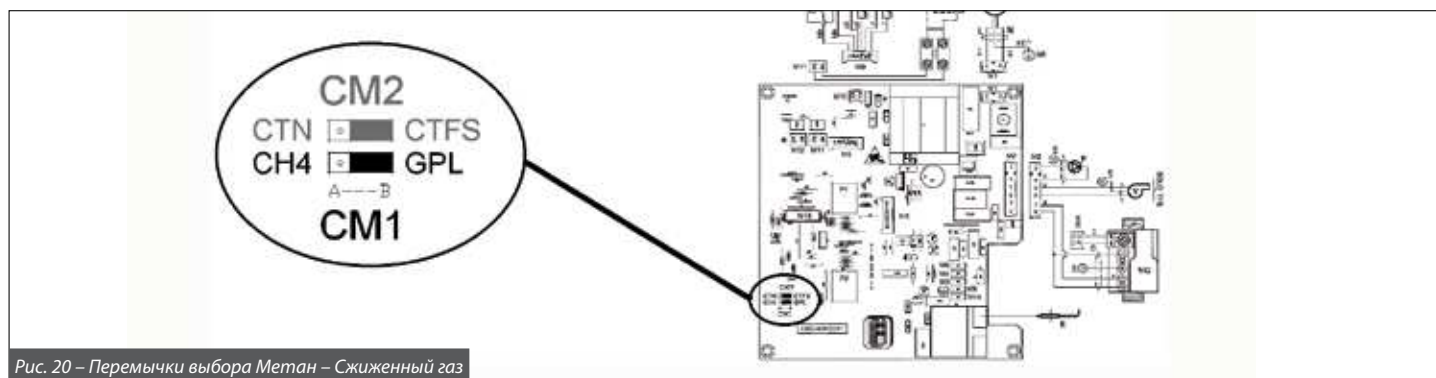

Рис. 20 – Переключки выбора Метан – Сжиженный газ
- на электронной плате переместить переключку CM1 (CH₄-GPL) в положение GPL - сжиженный газ (Рис. 20).
- на электронной плате переместить переключку CM1 (CH₄-GPL) в положение CH₄ - метан (Рис. 20).